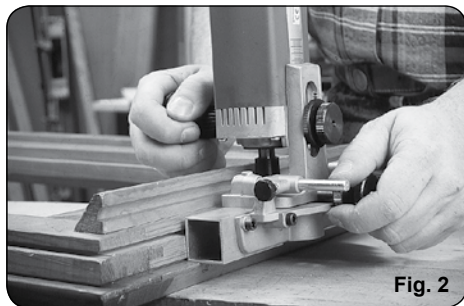

Fig. 2
1. Ranurado en ventana por lado vierte aguas (Fig. 2).